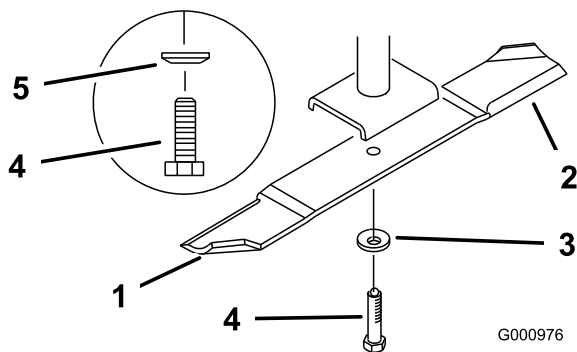

Figura 13
Importante: La vela de la cuchilla (es decir, la sección que está doblada hacia arriba) debe apuntar hacia el interior del cortacésped (Figura 13).
1. Instale las cuchillas nuevas en los ejes con las arandelas curvas y pernos de cuchilla que se retiraron anteriormente (Figura 13).